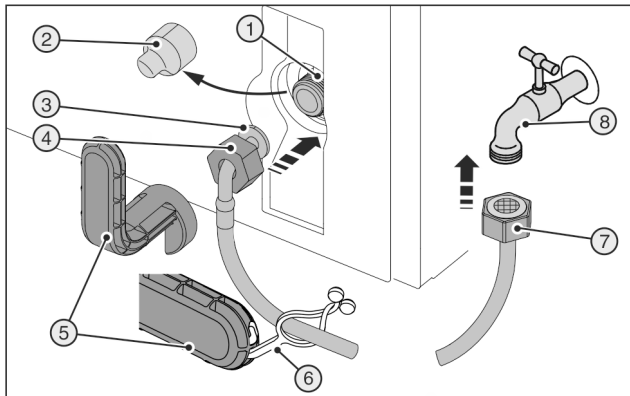
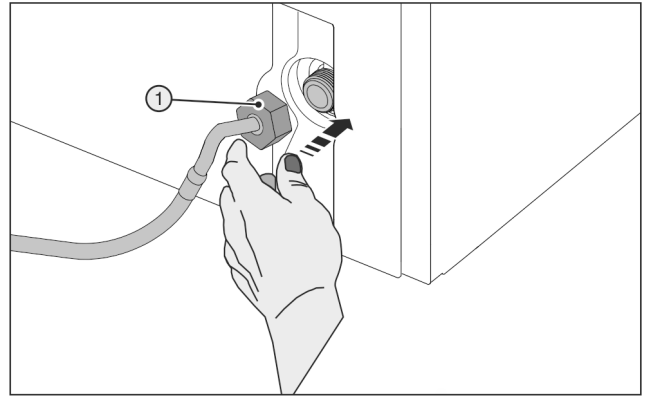

Fig. 45
Fig. 46
Gebroken hulpgereedschap Fig. 45 (5) !
- ▶ Hulpgereedschap Fig. 45 (5) uitsluitend op kamertemperatuur gebruiken.
- ▶ Afdekking Fig. 45 (2) eraf trekken.
- ▶ Gemakkelijkere montage: Recht uiteinde van de slang Fig. 45 (7) aan de linkerkant op de bodem leggen.
- ▶ Schuif de moer Fig. 45 (4) via het haakse uiteinde van de slang Fig. 45 (3) tot aan het uiteinde en houd de moer vast.
- ▶ De moer Fig. 46 (1) voorzichtig aanbrengen en met twee vingers recht op de schroefdraad draaien tot een correcte passing wordt bereikt.
- ▶ De moer Fig. 46 (1) moet met het hulpgereedschap Fig. 45 (5) rechtsom worden vastgedraaid tot het maximale aanhaalmoment is bereikt en het hulpgereedschap Fig. 45 (5) is dolgedraaid.
- ▶ De moer Fig. 45 (7) op de afsluitkraan Fig. 45 (8) schroeven.
- ▶ De moer Fig. 45 (7) moet met het hulpgereedschap Fig. 45 (5) rechtsom worden vastgedraaid tot het maximale aanhaalmoment is bereikt en het hulpgereedschap Fig. 45 (5) is dolgedraaid.
- ▶ De afsluitkraan Fig. 45 (8) van de watervoorziening openen en het volledige watersysteem op dichtheid controleren.
- ▶ De lus Fig. 45 (6) in het hulpgereedschap Fig. 45 (5) aanbrengen en voor het opbergen aan de roestvrijstalen slang bevestigen.